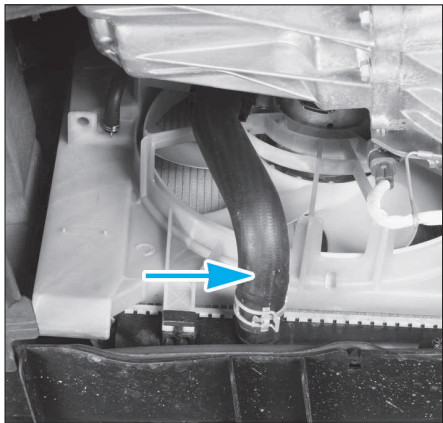

FIG. 52
• Déposer la durit inférieure (Fig.52).